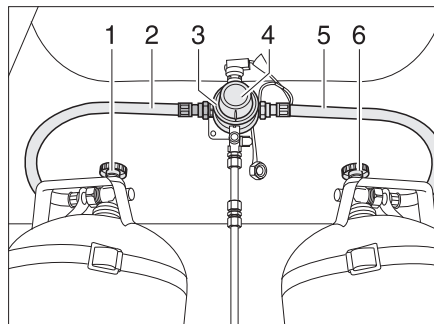
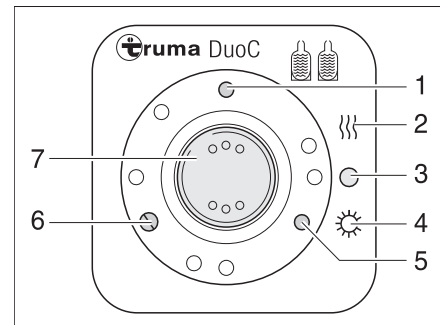

Fig. 90 Dispositif de commutation DuoControl
Fig. 91 Unité de commande
Le dispositif de commutation DuoControl consiste en une robinetterie de commutation (Fig. 90,3) et l'unité de commande (Fig. 91). La robinetterie de commutation est montée entre les flexibles de gaz (Fig. 90,2 et 5). Un bouton rotatif (Fig. 90,4) situé sur la robinetterie de commutation permet de définir laquelle des bouteilles de gaz est celle de service et laquelle est celle de réserve.
Seules les fonctions électriques peuvent être activées sur l'unité de commande (Fig. 91). Les robinets principaux des bouteilles de gaz (Fig. 90,1 et 6) doivent être ouverts manuellement.
La robinetterie de commutation garantit une pression du gaz constante, indépendamment de la bouteille qui fournit le gaz. Les deux voyants de contrôle sur l'unité de commande indiquent le niveau de remplissage de la bouteille de service. Quand le voyant de contrôle (Fig. 91,6) est vert, la bouteille de service est pleine. Quand le voyant de contrôle (Fig. 91,5) est rouge, la bouteille de service est vide. L'alimentation en gaz se fait alors via la bouteille de réserve.
- Ouvrir les robinets principaux des bouteilles de gaz (Fig. 90,1 et 6).
- Avec le bouton rotatif (Fig. 90,4) situé sur la robinetterie de commutation (Fig. 90,3), sélectionner la bouteille de gaz à partir de laquelle le gaz sera utilisé principalement (bouteille de service).
- Mettre en service le dispositif de commutation DuoControl sur l'unité de commande (Fig. 91).
Pour ce faire, régler le commutateur à bascule (Fig. 91,7) sur régime hiver "Marche et chauffage" (Fig. 91,2) ou bien sur régime été "Marche" (Fig. 91,4). La robinetterie de commutation est maintenant purgée. Le voyant de contrôle jaune (Fig. 91,1) s'allume lorsque le régime hiver est sélectionné et que l'installation de dégivrage du régulateur est enclenchée.
- Mettre le commutateur à bascule (Fig. 91,7) sur "O" (Fig. 91,3). Le voyant de contrôle jaune (Fig. 91,1) s'éteint.
- Fermer les robinets principaux des bouteilles de gaz (Fig. 90,1 et 6).
Les voyants de contrôle de l'unité de commande (Fig. 91,5 et 6) signalent à l'intérieur du véhicule si la bouteille de gaz est en état de marche.
Lorsque le voyant de contrôle vert (Fig. 91,6) s'éteint pendant le fonctionnement et que le voyant de contrôle rouge (Fig. 91,5) s'allume, la bonbonne de gaz sélectionnée comme bouteille de service est vide et doit être remplacée. La bouteille de réserve alimente les appareils à gaz.